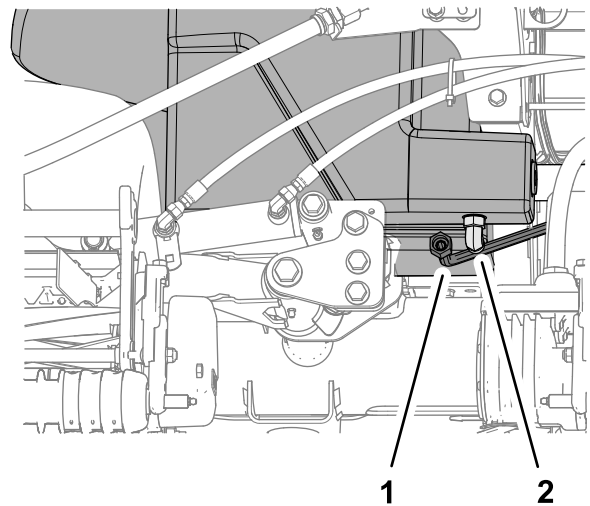

Figure 118
2. Placez un grand bac de vidange sous le raccord à 90° (Figure 118) du réservoir hydraulique; voir Capacité de liquide hydraulique \(page 74\).